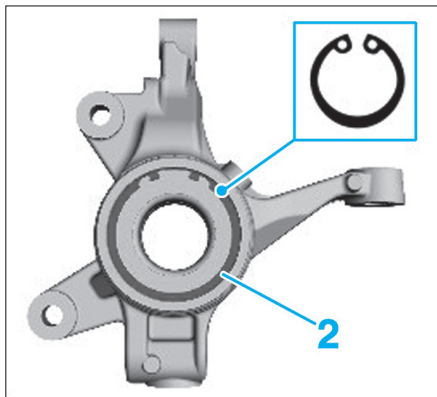

Fig. 17
- Déposer le circlip (2) (Fig.17).